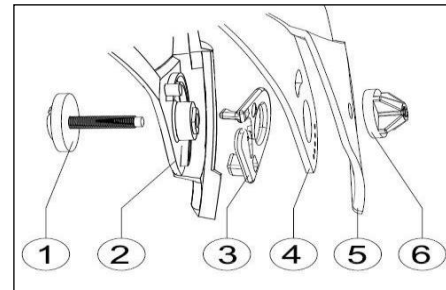

Fig. 1
- Løsn skruerne (fig. 1, pkt. 1 og 6) i siderne.
- Tag frontpladen af (fig. 1, pkt. 5), at være opmærksom på at fjerne den centrale del fra dens støtte.
- Tag visiret af (fig. 1, pkt. 4).
- Tag on/off-stopperen af (fig. 1, pkt. 3).
- Tag den del af hjelmen af (fig. 1, pkt. 2).
- Placér skruen i det særlige indhak, der sidder på hoveddelen (fig. 1, pkt. 1)
- Indsæt on/off-stopperen (fig. 1 pkt. 3)
- Indsæt visiret (fig. 1 pkt. 4)
- Placér frontpladen (fig. 1 pkt. 6)
- Spænd skruen let (fig. 1, pkt. 1 og 6)